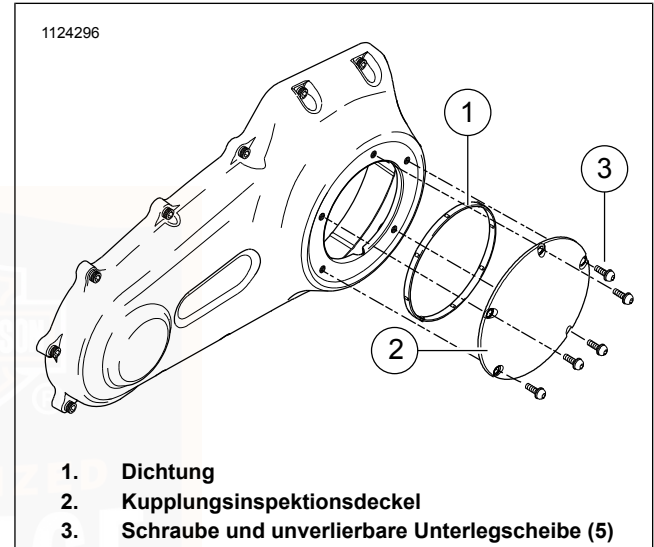
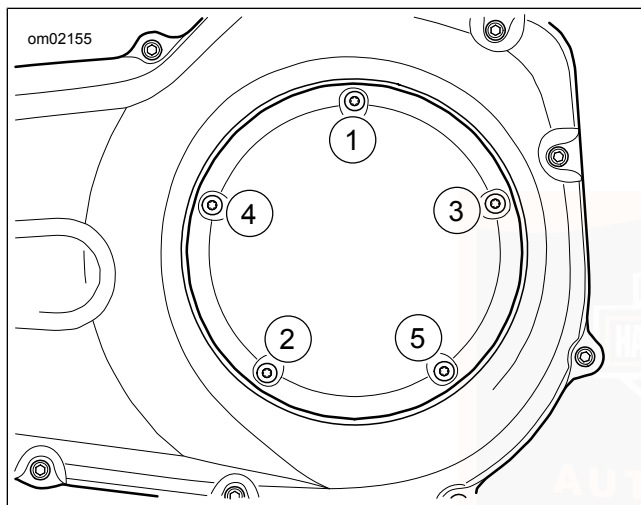

Abbildung 100. Kupplungsdeckel (Typisch)
Abbildung 101. Anzugsreihenfolge für Kupplungsdeckel
- Siehe Abbildung 100. Schrauben (3) und Kupplungsinspektionsdeckel (2) entfernen.
- Dichtung (1) entfernen. Das Öl von der Nut im Kettengehäusedeckel und der Befestigungsfläche abwischen.
- b. Siehe Abbildung 100. Die **neue** Dichtung (1) in die Nut des Kupplungsinspektionsdeckels (2) einsetzen. Jede Noppe auf der Dichtung in die Nut drücken.
- c. Den Kupplungsinspektionsdeckel (2) mit Schrauben und unverlierbaren Unterlegscheiben (3) sicher befestigen.
- d. Siehe Abbildung 101. In der angegebenen Reihenfolge auf folgendes Drehmoment anziehen: 9,5–12,2 N·m (84–108 **in-lbs**).